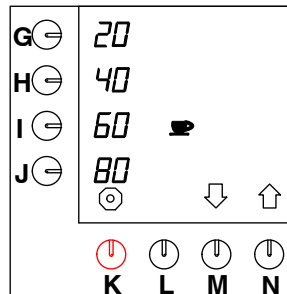

Fig. 25 Justering af de forprogrammerede valgknapper til kopper
- Tryk på valgknappen (N.)↑, indtil fig. 25 vises i displayet.